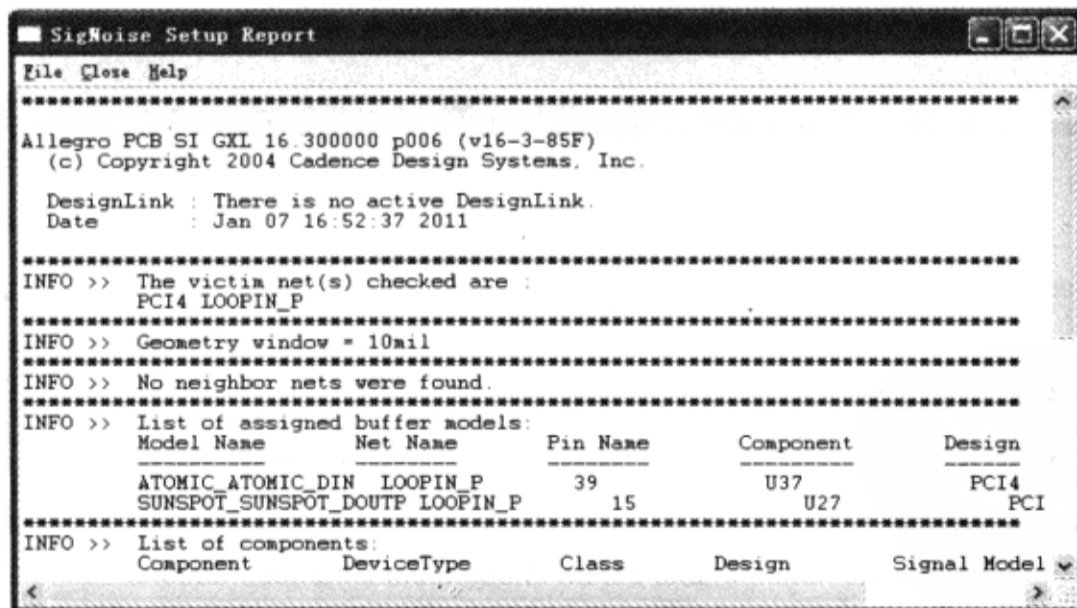

图 6-3-25 “SigNoise Setup Report”窗口
(3) 从列表中选择“LOOPIN\_P” → 单击“Audit selected net”按钮 → 弹出“SigNoise Setup Report”窗口，如图 6-3-25 所示。